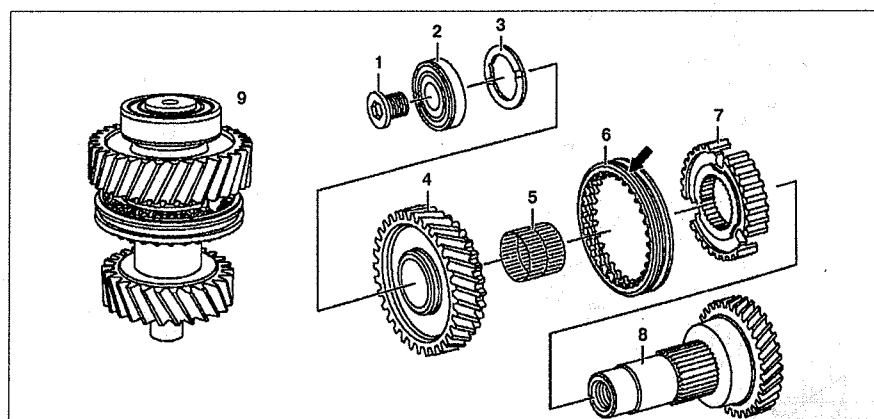
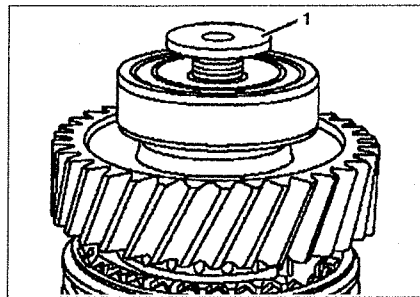
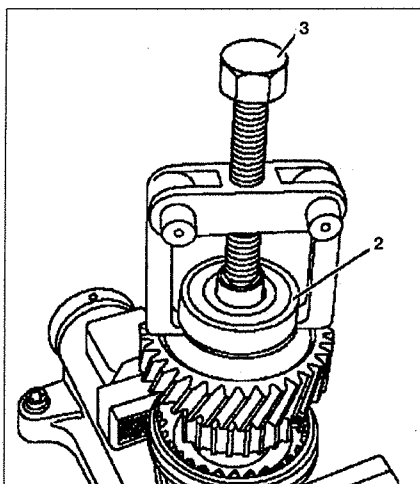

Рис. 6.39. Вал передачи заднего хода (автомобили с двигателями 611.980):
Рис. 6.40. Снятие роликового подшипника (автомобили с двигателями 611.980):
Рис. 6.41. Снятие роликового подшипника (автомобили с двигателями 611.980):
8. Снимите роликовый подшипник 2 с вала 8 (см.рис.6.39). Открутите болт 1 (см.рис.6.40). Снимите роликовый подшипник 2 с вала, используя съемник 3 (см.рис.6.41).